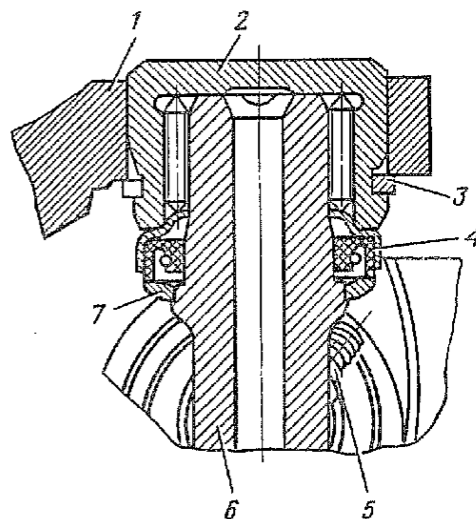

Рис. 62. Карданный шарнир в сборе:
1.9. Снять стопорные кольца 3 (рис. 62) подшип-ников карданного шарнира (отвертка 150×0,5, плос-когубцы 150).
2.1. Ввернуть масленку 5 (рис. 62) (ключ 8).